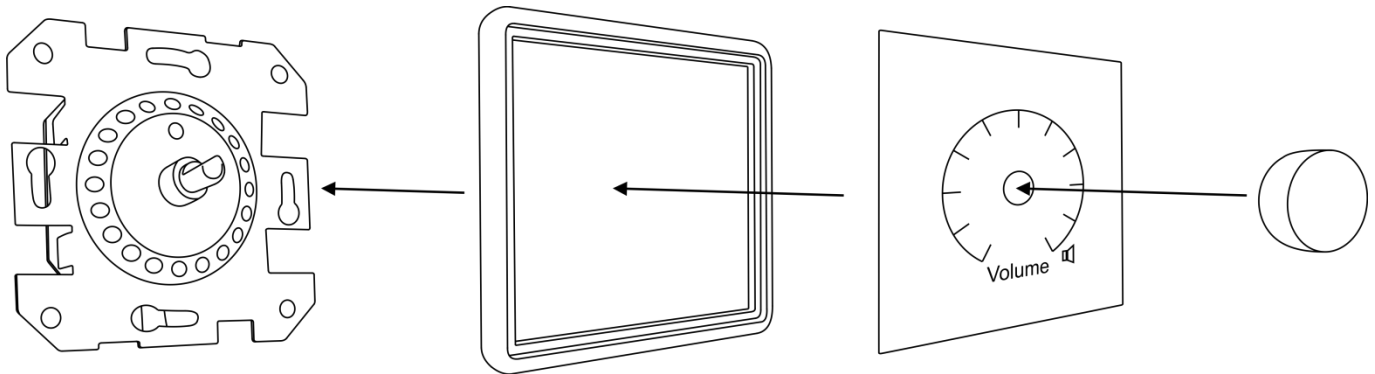

Fig. 01
- 02) Demount the VCB-6, VCB-12 or the VCB-36 (see fig. 01).